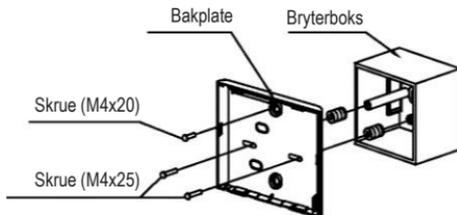

Fig 3-6
- For innebygd montering fester du bakplaten til bryterboksen med 2 skruer (M4x25) og fester den til veggen med 1 skru (M4x20). (Fig.3-6)